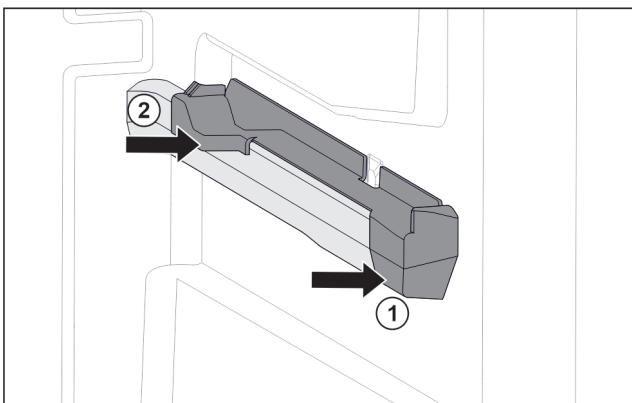

Fig. 148 Påsettsingsdel på høyre beholderribbe
- ▶ Sett på påsettsingsdel foran på beholderribben. Fig. 148 (1)
- ▶ Trykk på påsettsingsdel bak. Fig. 148 (2)